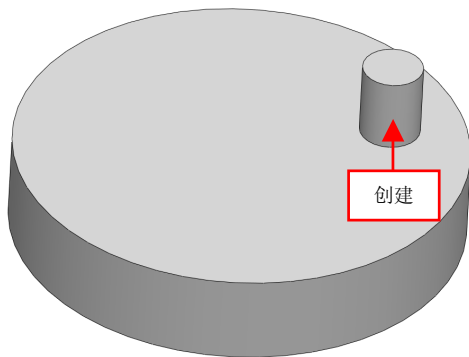

图 15-5 创建拉伸凸台特征
(5) 退出草图绘制环境, 单击【拉伸凸台/基体】按钮, 选择新绘制的草图, 弹出【凸台-拉伸】属性管理器, 设置【深度】为 25, 单击【确定】按钮, 即可创建拉伸凸台特征, 效果如图 15-5 所示。